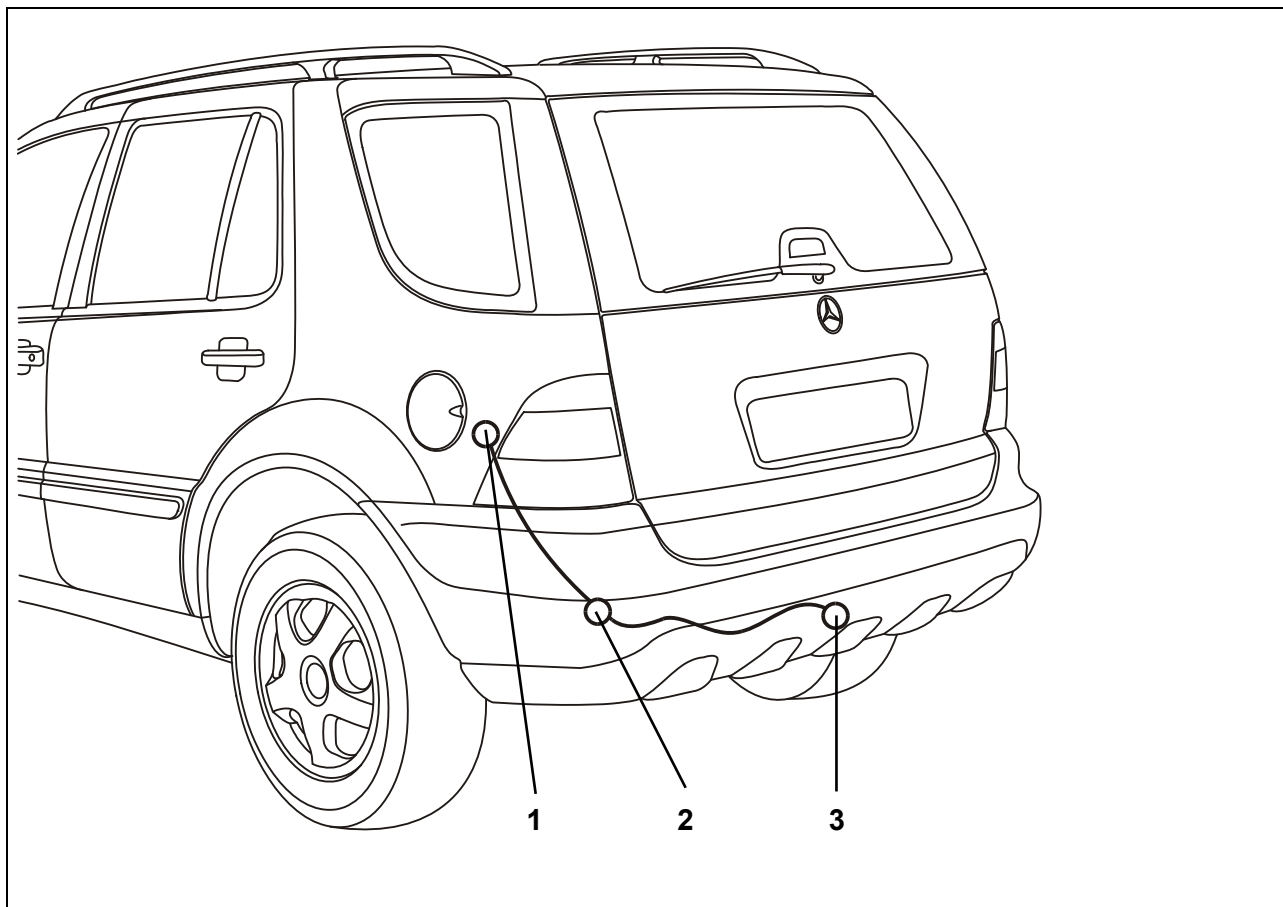

Bild 1: Monteringsöversikt
3. Börja i bagageutrymmet och dra kabeländan genom kabelgenomföringen ut till stickdosållaren (bild 1/3).
4. Sätt i gummiskyddet i kabelgenomföringen (bild 1/2).
8. Skruva fast stickdosan på hållarplattan med medföljande skruvar och muttrar (bild 1/3).
10. Koppla ihop den 16-poliga kontakten (bild 1/1) med rätt kontakt (i närheten av tankröret) och fäst.